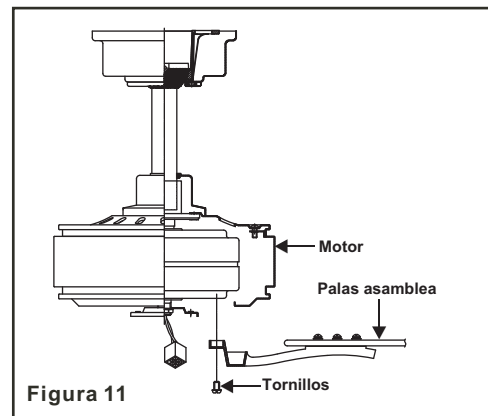

Figura 11
Paso 3. Alíne los agujeros de la abrazadera con los del motor y asegúrela con los tornillos suministrados. Apriete bien los tornillos. (Figura 11).